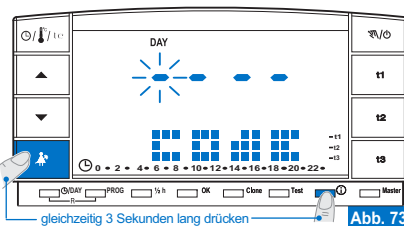

Abb. 73
- Wenn das Passwort eingegeben ist und der Versuch unternommen wird, eine der geschützten Funktionen zu aktivieren, erscheint auf Display der Schriftzug **COdE**, wobei der erste Strich links aufleuchtet (Abb. 73).
- Mit der Raumthermostatur im normalen Betriebsmodus betätigen Sie (etwa 3 Sek.) die Tasten ▲ und ⓘ. Auf Display erscheint der Schriftzug **COdE**, wobei der erste Strich auf der linken Seite aufleuchtet (Abb. 73).